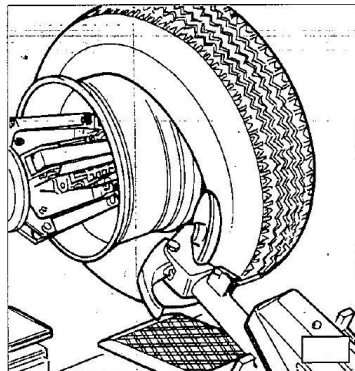

Рис. 20
- 1) Если данная процедура не представляет сложности, то после разбортовки можно воспользоваться диском отрыва борта и установить его напротив внутренней плоскости шины. Снимите шину с обеих сторон колесного диска (см. рис. 20).